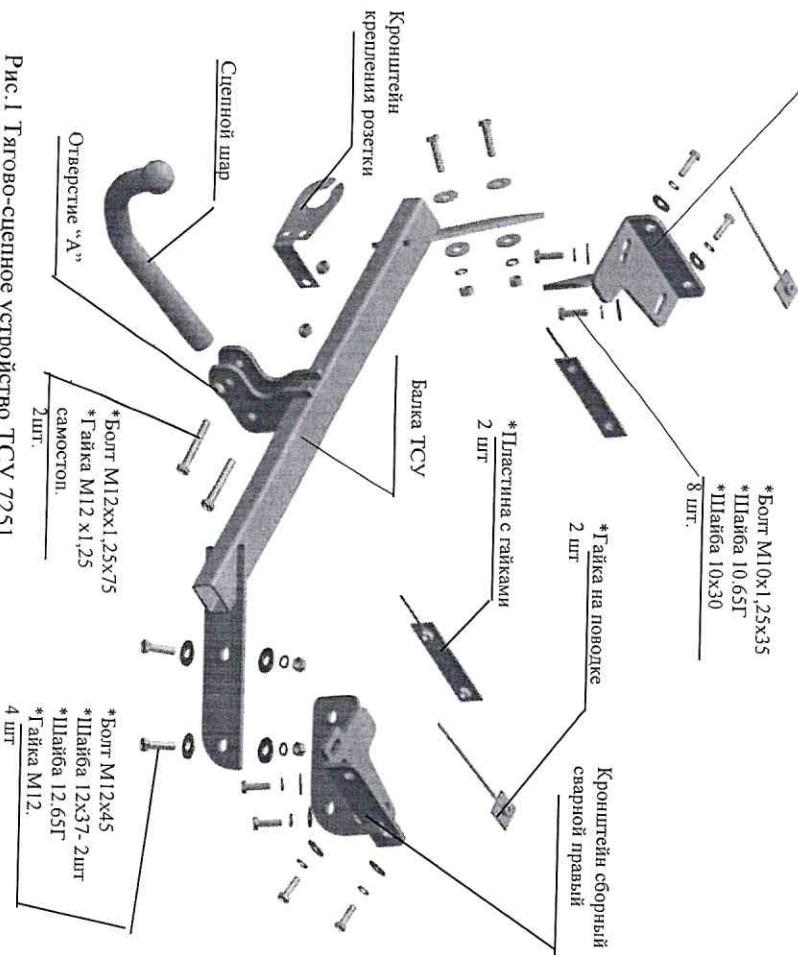

Рис. 1 Тягово-сцепное устройство ТСУ 7251.
2.1 ТСУ 7251 в сборе (рис.1)	1 шт.
2.2. Пакет комплектующих (рис.1)	1 шт.
- 4.3 Закрепить сборный левый кронштейн ТСУ к нижней и внешней полке лонжерона четырьмя болтами M10x1,25x35, используя гайки штатные вварные и подложив под головки болтов шайбы 10,65Г и шайбы 10x30 (соответственно рис.1). Крепеж не затягивать.
полках лонжеронов под болты M10x35 и для крепления кронштейнов к переднему отверстию в нижних полках лонжеронов - использовать гайки на поводке, к боковым полкам лонжеронов - пластины с гайками, к заднему отверстию в нижних полках - гайки M10 и болты M10x35 (на рис.1 не показано), подложить под головки болтов шайбы 10,65Г и шайбы 10x30 . Крепеж не затягивать.
4.4 Закрепить сборный правый кронштейн ТСУ аналогично левому, соответственно рис.1. Крепеж не затягивать.
4.5 Закрепить балку ТСУ в величину сторонам сборных кронштейнов за нижние отверстия болтами M12x45 и гайками M12 (соответственно рис.1), подложив под головки болтов шайбы 12x37, а под гайки - шайбы 12,65Г и шайбы 12x37. Крепеж не затягивать.